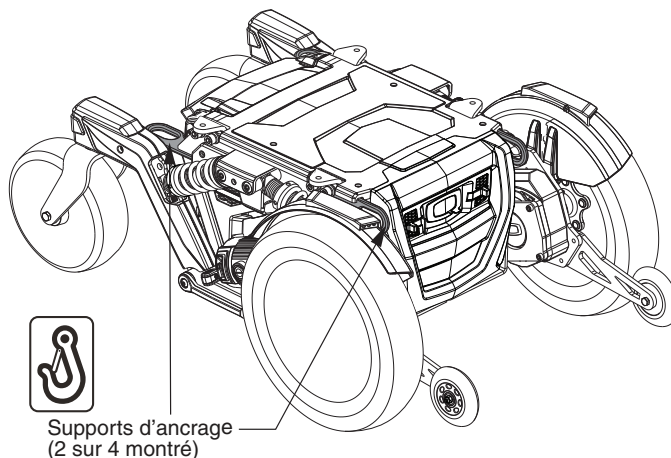

Figure 8. Support d'ancrage système transport
- Fixez les quatre (4) courroies aux points d'ancrage désignés et identifiés par le symbole d'ancrage sur le fauteuil motorisé. Voir les figures 8 et 9. Serrez-bien les courroies pour retirer le jeu excessif.